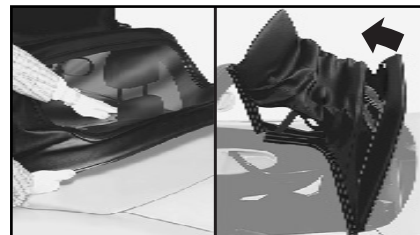

fig. 55
4) En manoeuvrant de l'extérieur de la voiture, côté conducteur, replier un peu la capote en arrière jusqu'à ce que l'on parvienne à soulever également la partie arrière, en vérifiant que la lunette arrière se plie correctement dans la partie centrale; s'aider de la paume de la main **fig. 55**.